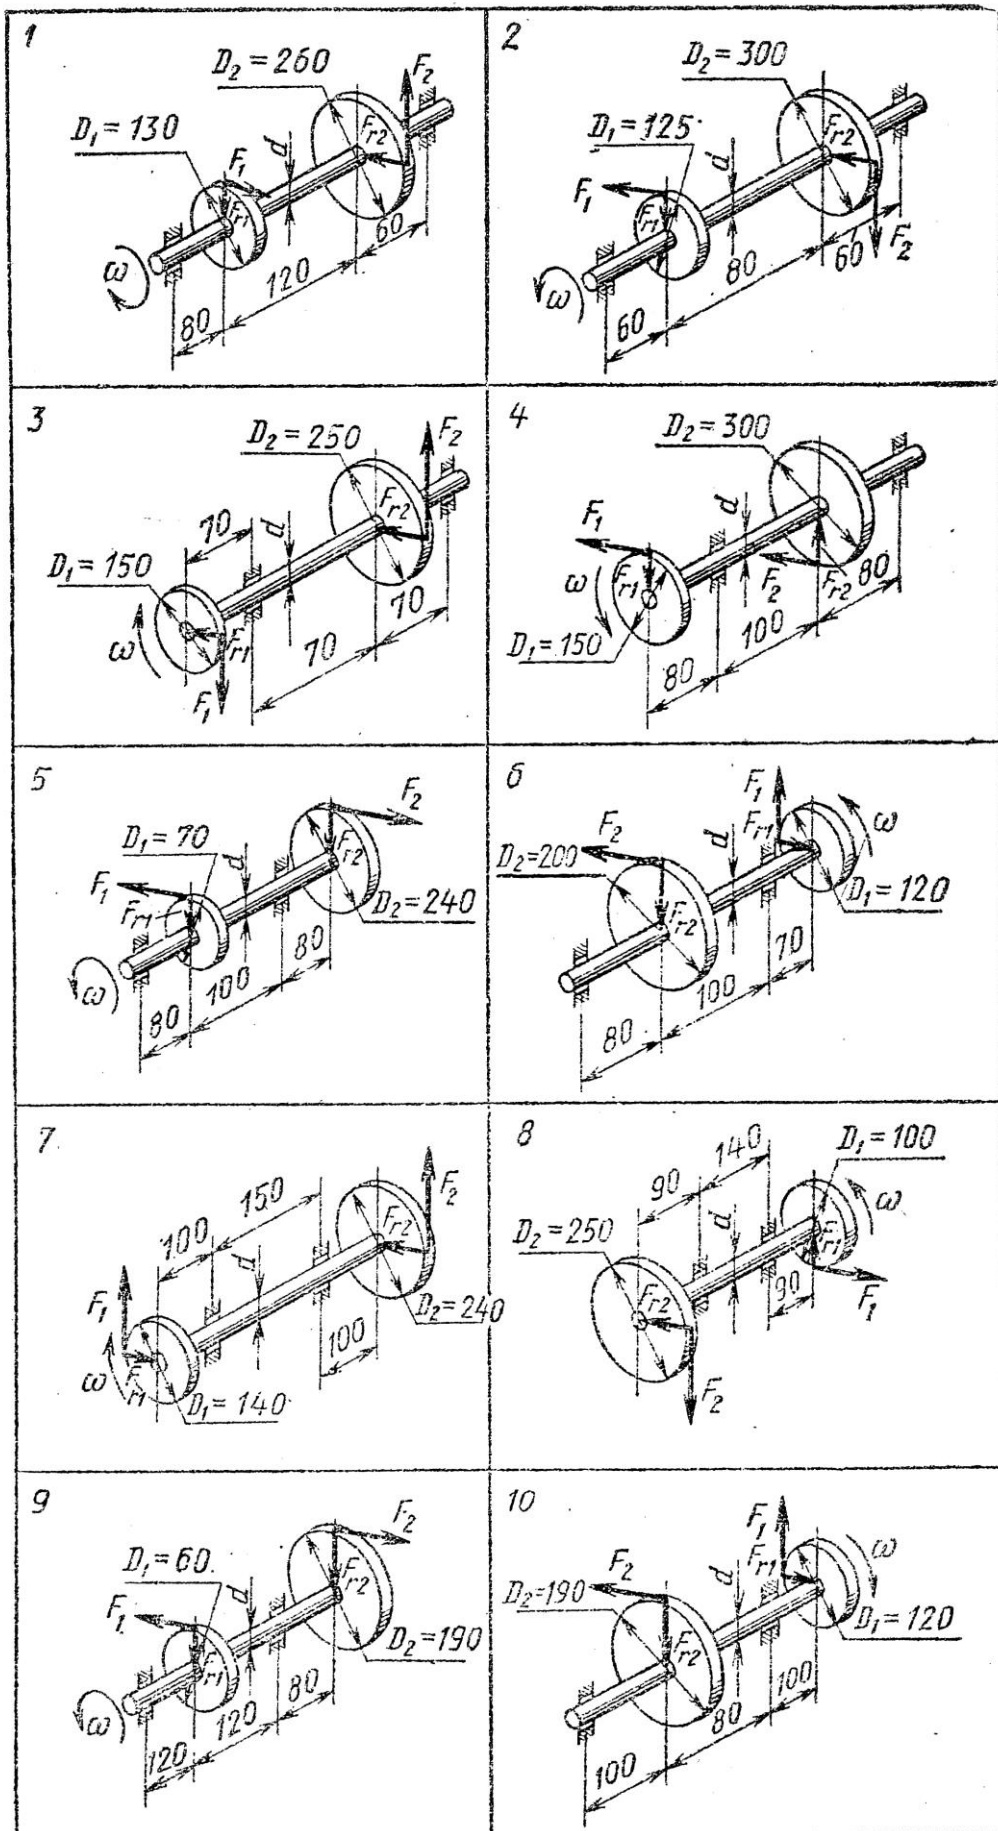

Рисунок 7 - Стальной вал с двумя зубчатыми колесами
**Задачи 81–90:** Для стального вала постоянного поперечного сечения с двумя зубчатыми колесами (рисунок 7) передающего мощность  $P$ , кВт, при